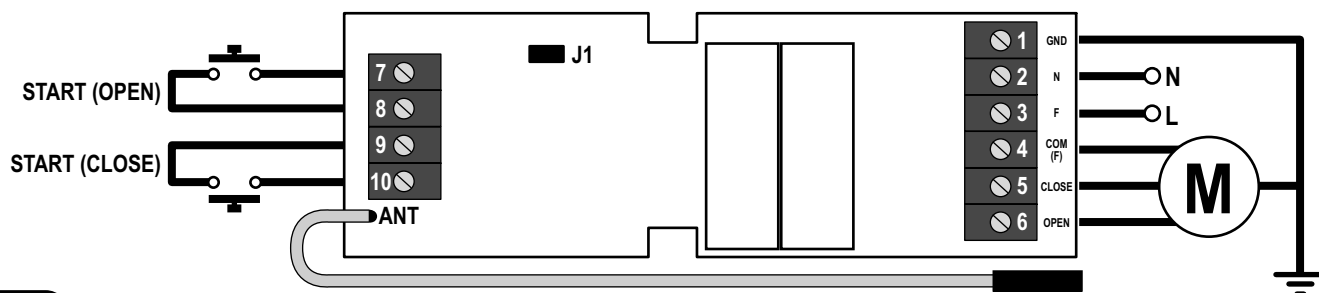

Fig.1
Die Steuerung wird für den Betrieb mit 2 Tasten eingestellt (Abb.1)
1. Tasten wie in Abbildung 1 aufgeführt anschließen